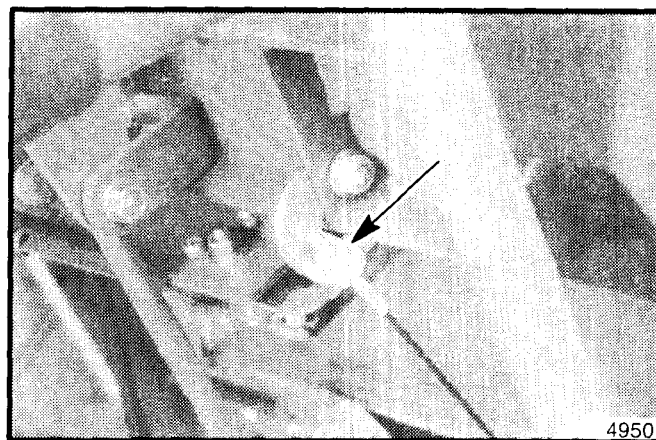

Figura 28. Dadi di regolazione del cavo
2. Dopo avere regolato il gancio, allentare i due controdadi in cima al cavetto (vedere figura 28). Regolare il dado inferiore fino a tendere completamente il cavo. Fare attenzione a non tendere il cavo in maniera eccessiva, altrimenti il gancio potrebbe non trattenere il gruppo della puleggia folle della bobina. Usare il dado superiore per bloccare il dado inferiore in posizione.